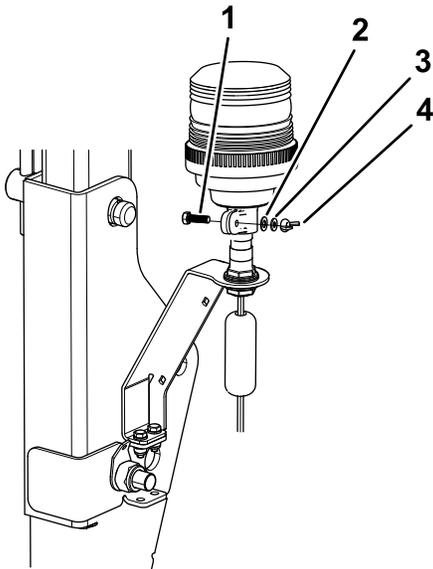

Bild 14
6. Ziehen Sie die Flügelmutter an der Klemme an (Bild 14).